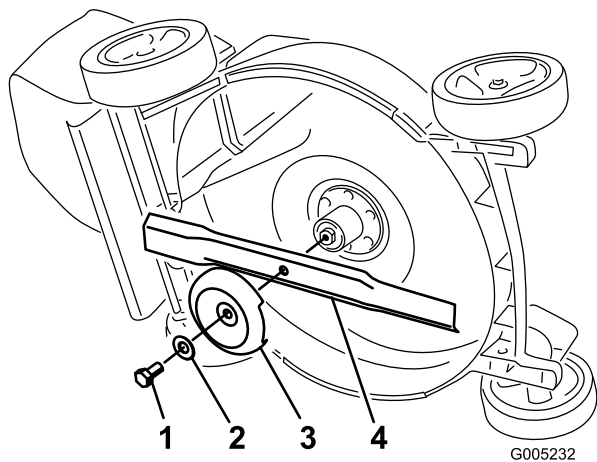

Bild 27
4. Kippen Sie den Rasenmäher auf die **rechte** Seite (Bild 27).
Fassen Sie das Ende des Messers mit einem dicken Handschuh an oder wickeln Sie einen Lappen um das Messer. Nehmen Sie die Messerschraube, die Scheibe, die Antiskalpierschale und das Messer ab (Bild 27).